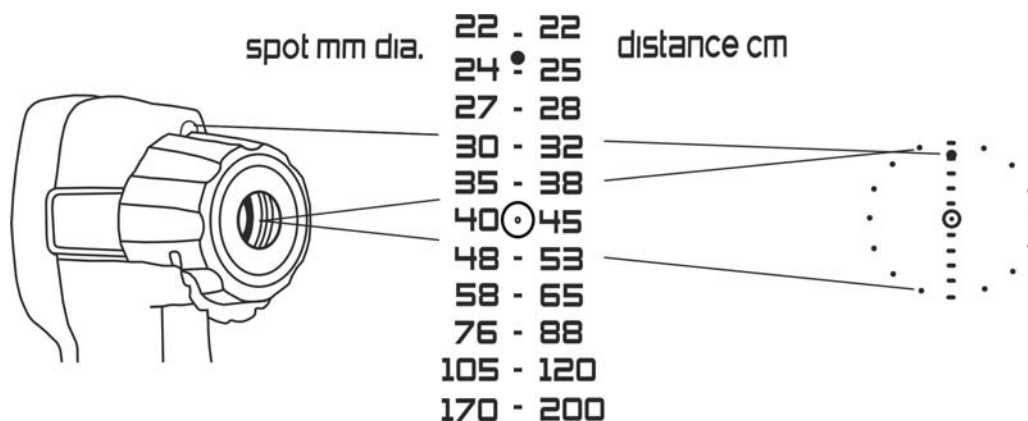

Fig. 15: Attivazione puntatori laser
4. Premere e tenere premuto il tasto Trigger **T** per attivare il test e orientarlo verso la superficie dell'oggetto di cui si vuole misurare la temperatura. Il puntatore laser puntiforme sulla parte alta dello strumento (vedere Fig. 1 – parte 1) e il fascio laser di area sono rivolti verso l'oggetto in prova (vedere Fig. 15)